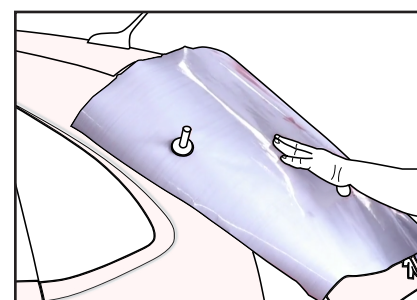

Figure 07
► Lorsque le film microperforé est utilisé dans le cadre d'un total covering, pré-positionner puis caler le film sur le marquage déjà posé à l'aide d'aimants ou de bouts de Tiro de masquage. Les morceaux de Tiro devront être positionnés au centre haut puis au centre bas du microperforé (FIG. 07). Un raccord visuel parfait sera ainsi réalisé.